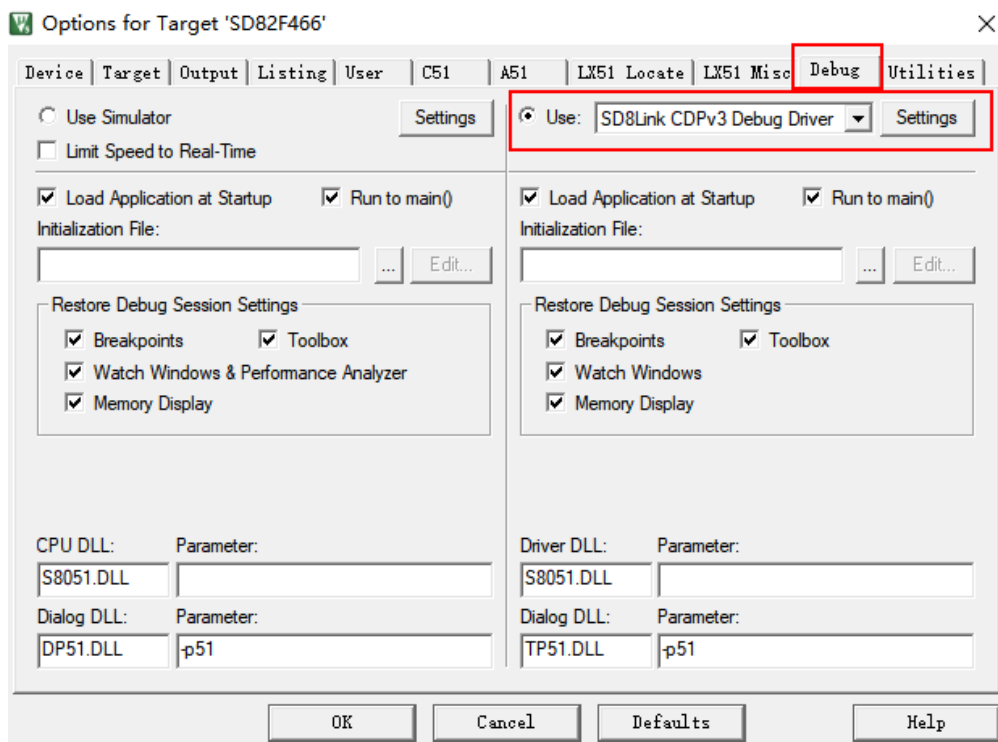

图 2.3 驱动选择
(1) 打开 Keil 工程, 在 target→Debug 中, 选择 SD8Link CDPv3 Debug Driver 驱动, 如下图 2.3;